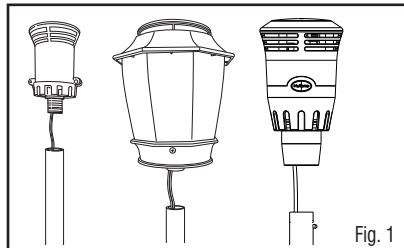

Fig. 1
1. Attach each Fixture to post or stem, using hardware provided making sure Fixture is level. Fig. 1.
1. Fije cada dispositivo a un poste o vástago usando los herrajes proporcionados y asegurándose de que el dispositivo esté nivelado. Fig. 1.